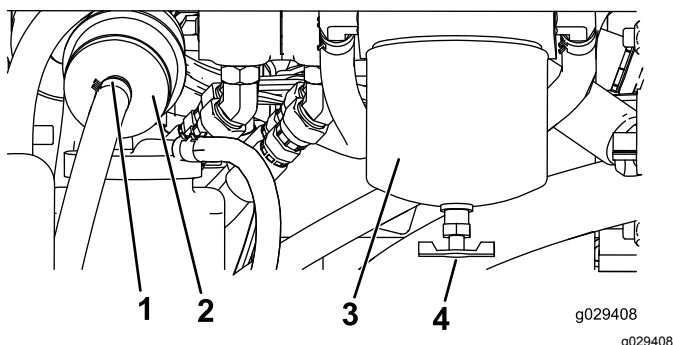

Figura 47
4. Individuate il filtro carburante sul lato posteriore del motore (Figura 47) e posizionate un recipiente pulito sotto di esso.
4. Individuate i filtri carburante sul lato destro del motore (Figura 47) e posizionate un recipiente pulito sotto di esso.
5. Pulite la superficie circostante la scatola del filtro (Figura 47).
6. Rimuovete la scatola del filtro e pulite la superficie di montaggio (Figura 47).
9. Installate a mano la scatola del filtro finché la guarnizione non tocca la superficie di appoggio, poi ruotatela per un altro ½ giro (Figura 47).
10. Individuate il filtro in linea a sinistra della scatola del filtro del carburante (Figura 47) e prendete nota della direzione della freccia del flusso sul lato del filtro in linea.
11. Aprite i fermi su ciascuna estremità del filtro in linea ed estraete i flessibili (Figura 47). Gettate via il filtro.
12. Fate scorrere i flessibili sull'estremità di un nuovo filtro (Figura 47), assicurandovi che la freccia sul filtro sia rivolta verso il motore o la pompa elettrica del carburante.